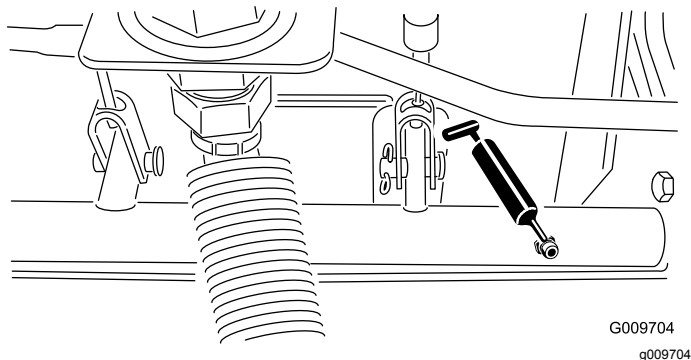

Figure 33
- Roulements d'axes de pivots de freins (5), comme montré à la Figure 33.